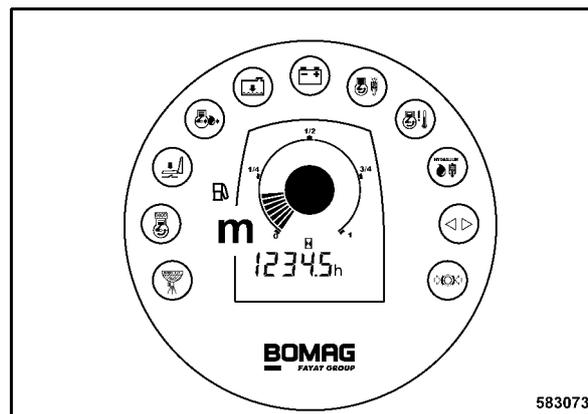

Рис. 126
- Проверить уровень заполнения на указателе уровня топлива (m) (Рис. 126) в комбинированном приборе.